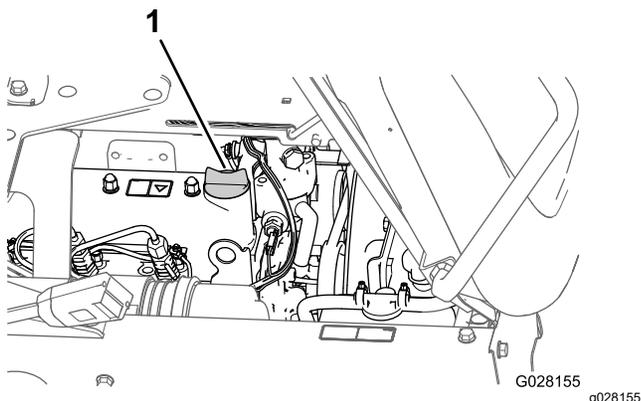

Рисунок 76
- Снимите крышку маслозаливной горловины с крышки клапанного механизма двигателя и медленно залейте примерно 80% указанного количества масла в заливную горловину (Рисунок 76).
- Установите крышку маслозаливной горловины (Рисунок 76).